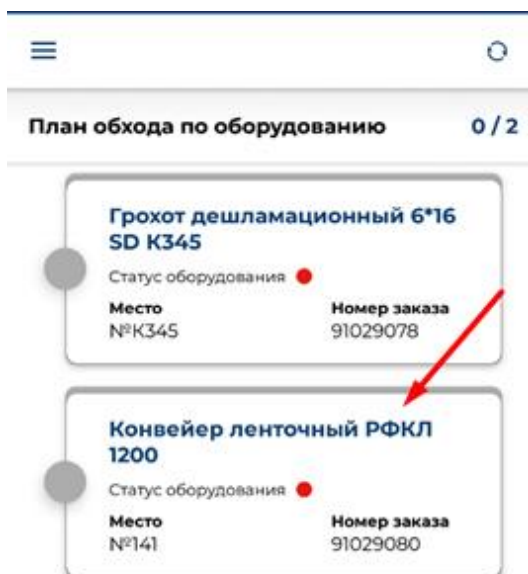

Рисунок 14 – Выбор карточки оборудования
- в плане обхода по оборудованию нажать на необходимую карточку оборудования (рисунок 14);